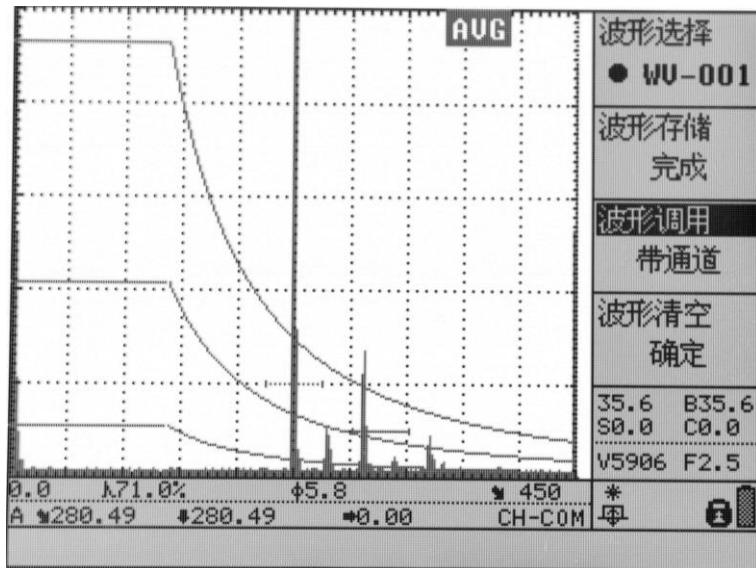

图 5.9
**波形调用：**将所选波形文件中的波形数据从存储器中读取，并显示于屏幕上，操作方法为：选择好要调用的波形文件后，再选择“波形调用”子菜单，如图 5.9 所示，按“确认”键。调用操作完成后，屏幕将显示该波形文件中的波形画面，并使屏幕处于冻结状态。按“冻结”键可退出该冻结状态。波形调用分为带通道调用和不带通道调用，可通过在“波形调用”子菜单中旋转旋轮来切换。如果选择带通道调用，系统自动将所选波形文件中的参数读入仪器，并以这些参数作为系统工作参数，当前通道切换为 CH-COM，可通过通道另存方式保存当前通道参数。